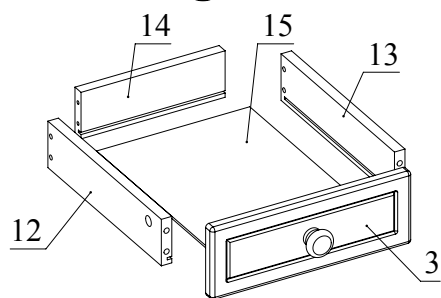

Рис.9
12. Соединить при помощи конфирматов детали 12, 13 с деталью 14. Вставить в паз дно ящика 15 из ДВП. Установить деталь 3 на детали 12, 13 и зафиксировать, повернув конфирматным ключом головки минификсов по часовой стрелке до упора (Рис. 9).